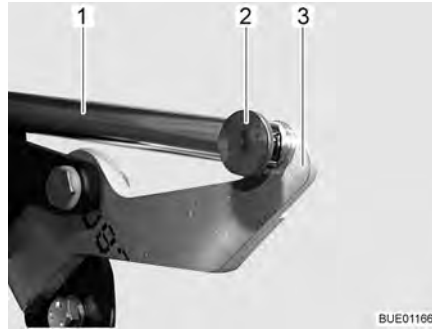

Fig. 102 Accionamiento
- Desmontar la unión (p. ej. la clavija hendida y el perno) (Fig. 102,2) entre la biela (Fig. 102,1) y la palanca (Fig. 102,3).